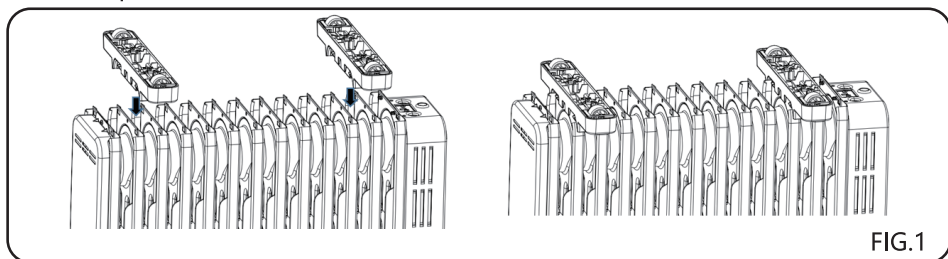

FIG.1
- ① **WARNUNG:** Betreiben Sie das Gerät nicht ohne angebrachte Füße. Betreiben Sie das Heizgerät nur in aufrechter Position (Füße auf der Unterseite, Bedienelemente oben). Der Betrieb des Heizgeräts in einer anderen Position kann eine Gefahr darstellen.
- ② Stellen Sie sicher, dass der Heizkörper ausgeschaltet und ausgesteckt ist.
- ③ Drehen Sie den Körper auf den Kopf und vergewissern Sie sich, dass er stabil ist und nicht umfallen kann.
- ④ Richten Sie die Befestigungsschnallen der Laufrollen auf die Bohrungen am Kühler aus. Drücken Sie in Pfeilrichtung. Die Schnalle der Laufrolle rastet in die Bohrung am Heizkörper ein.(FIG.1)